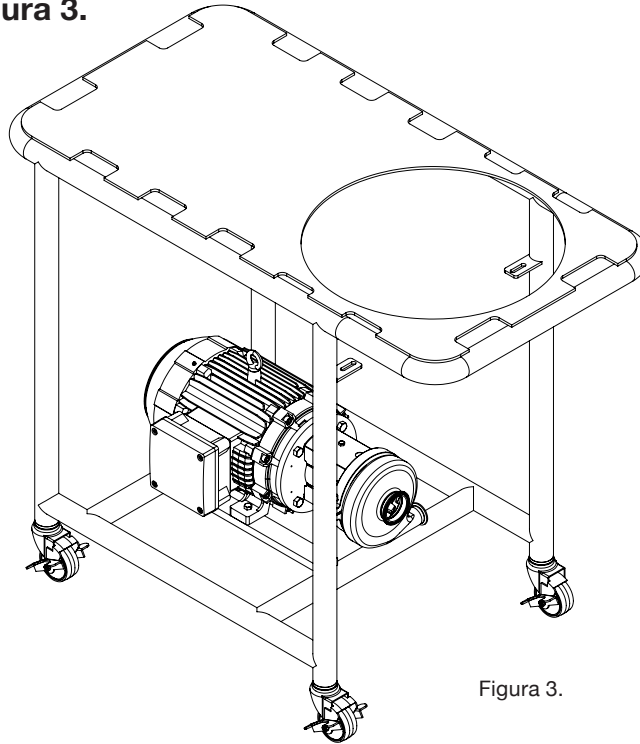

Figura 3.
**6c.** Coloque el QIM sobre la mesa del QDB y fije el motor usando los tornillos hexagonales (T1) y las tuercas (T2) a los soportes de la mesa. No apriete los tornillos hasta que el cono (H) sea instalado. **Figura 3.**